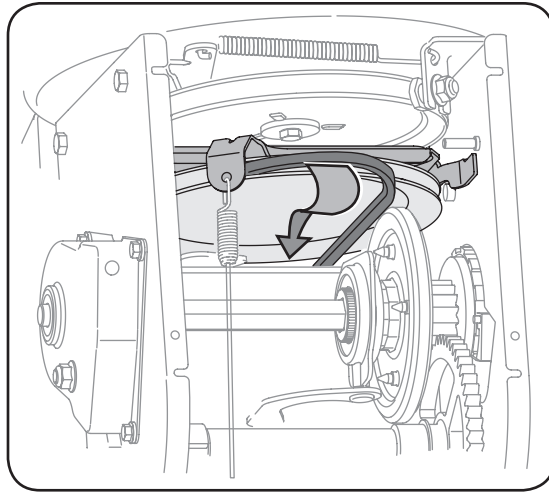

Figure 6-10
3. Basculez doucement la souffeuse vers l'avant pour la faire reposer sur l'habitacle de la tarière. Voir la Figure 6-10.